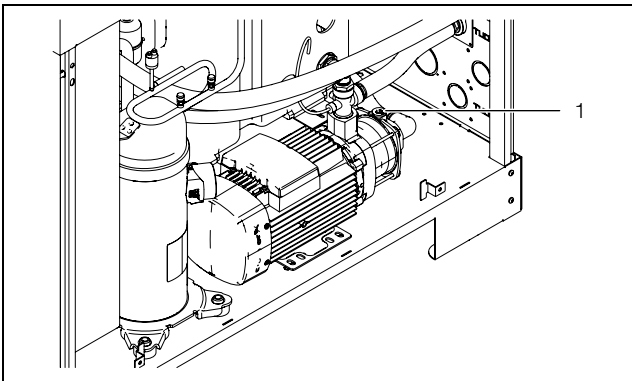

Fig. 22 : purger la pompe à eau
- Purger la pompe d'agent de refroidissement (à l'arrêt) en desserrant légèrement la vis de purge (fig. 22, pos. 1).